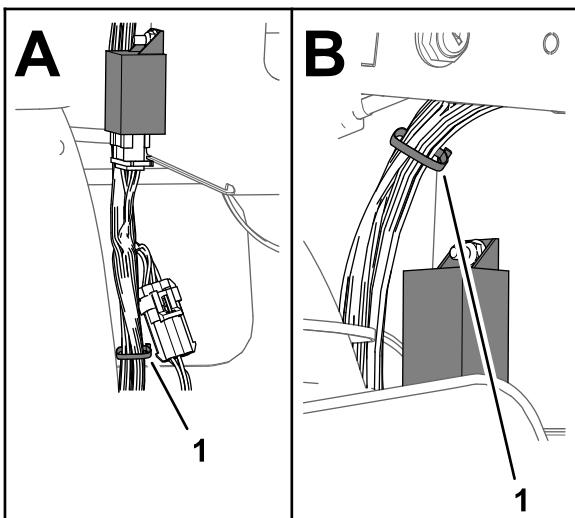

Figura 23
7. Sujete la rama de 108 cm del arnés de cables del kit al arnés de cables delantero de la máquina con 2 bridas, según se muestra en Figura 23.